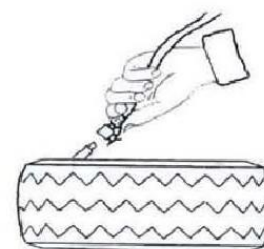

Рис. 17
4) Нажмите педаль, стол начнет вращение вместе с прижимным приспособлением. Опустите «третью руку» и надавите на борт шины прижимным приспособлением, чтобы завести его под обод колеса. Установите шину на колесо с помощью монтажной головки. При выполнении данной операции соблюдайте меры предосторожности (рис. 17)
- 5) Накачивайте колесо с перерывами и проверяйте показания манометра, установку шины на ободе колеса (рис. 17).